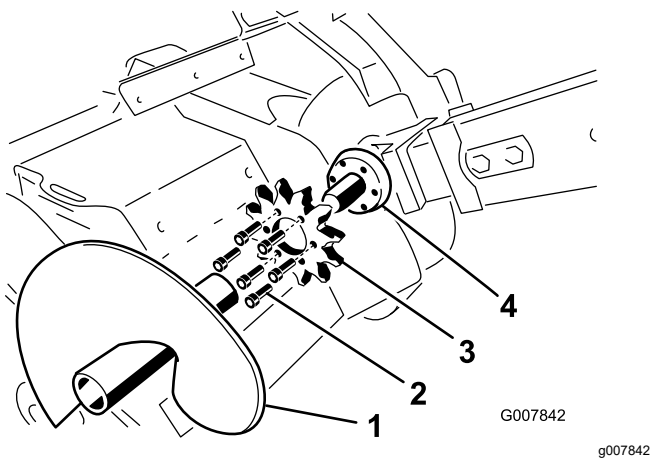

Figura 65
4. Togliete le lame della coclea (Figura 65).
9. Rimuovete i sei bulloni che fissano la ruota dentata di azionamento (Figura 65).
10. Togliete la ruota conduttrice e gettatela (Figura 65).
11. Pulite la superficie della ruota conduttrice sulla catenaria (Figura 65).
12. Inserite la nuova ruota sull'albero (Figura 65).
13. Inserite saldamente i sei bulloni nella ruota (Figura 65).